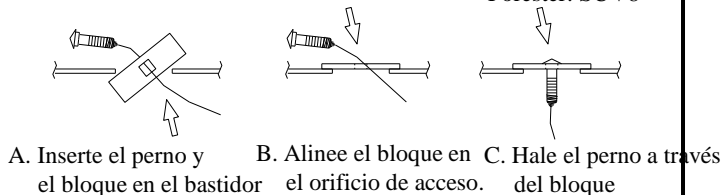
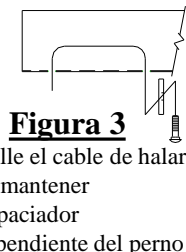

Figura 4
Figura 3
- Inserte el espaciador y el perno de carruaje de 7/16" a través del orificio de acceso modificado en el paso 4 y hacia abajo a través del orificio central en cada larguero del bastidor (ver figura 3). Inserte los bloques restantes y los pernos de carruaje en los orificios de acceso y deje caer de nuevo hacia abajo a través de los orificios, verificando que los bloques se extiendan a ambos lados del orificio (ver Figura 4).